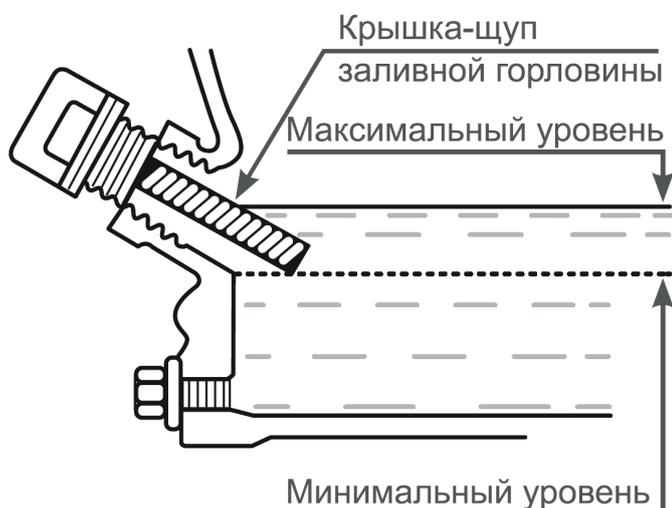

Рис. 24 Уровень масла в картере
2. Извлеките крышку/щуп заливного отверстия и начисто протрите её (Рис.24).
Нормальным считается, когда масло находится на уровне нижнего края заливной горловины (А) Рис.24.